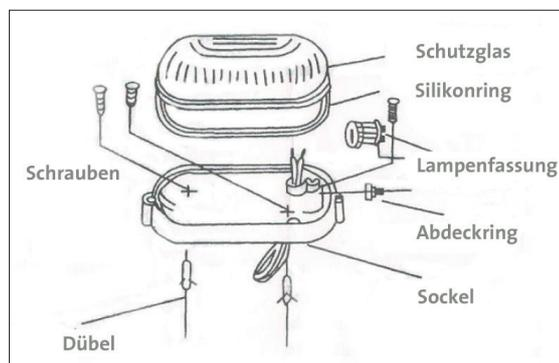

Abb. 1
- Führen Sie das Stromkabel durch den Sicherheitsring der Lampenhalterung (Abb. 1).